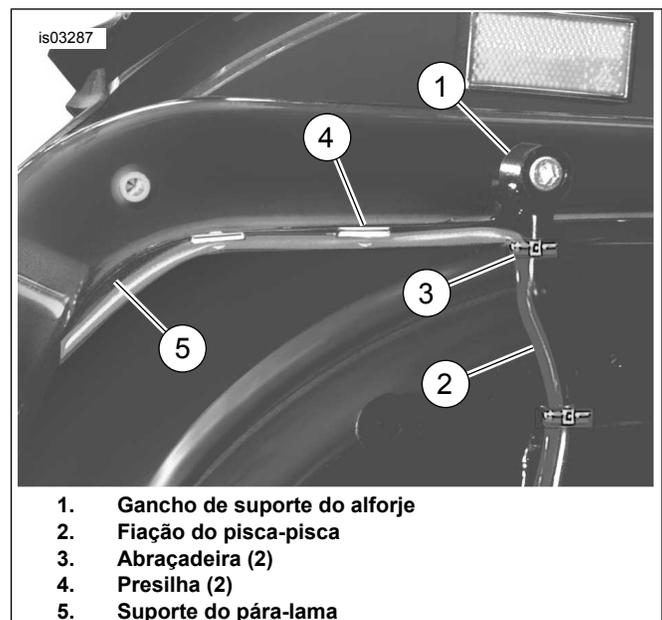

Figura 12. Orientação da fiação e instalação das abraçadeiras e presilhas
2. Conecte a metade do conector fêmea do pisca-pisca na metade macho no chicote de fios (2).
3. Remova o verso da fita adesiva das duas presilhas (3) e instale na placa de suporte.
5. Veja a Figura 12. Continue passando por dentro do interior do gancho de suporte do alforje (1) e fixe a fiação do pisca-pisca (2) no gancho usando abraçadeiras (3). Corte o excesso de plástico das extremidades das abraçadeiras.
6. Remova o verso da fita adesiva das duas presilhas (4) e instale no fundo do suporte do pára-lama (5).